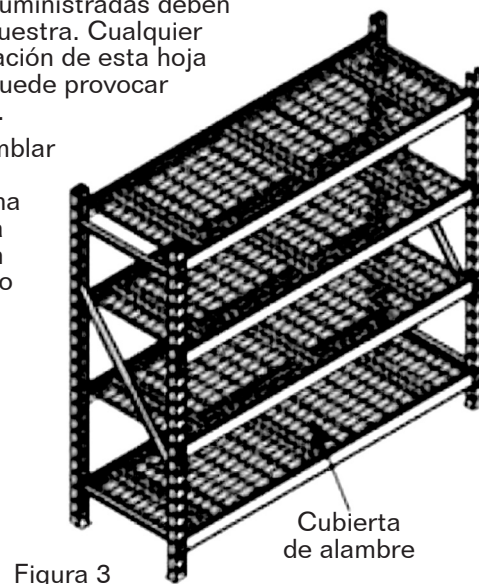

Figura 3
- Inserte la plataforma de alambre en cada nivel (figura 3).